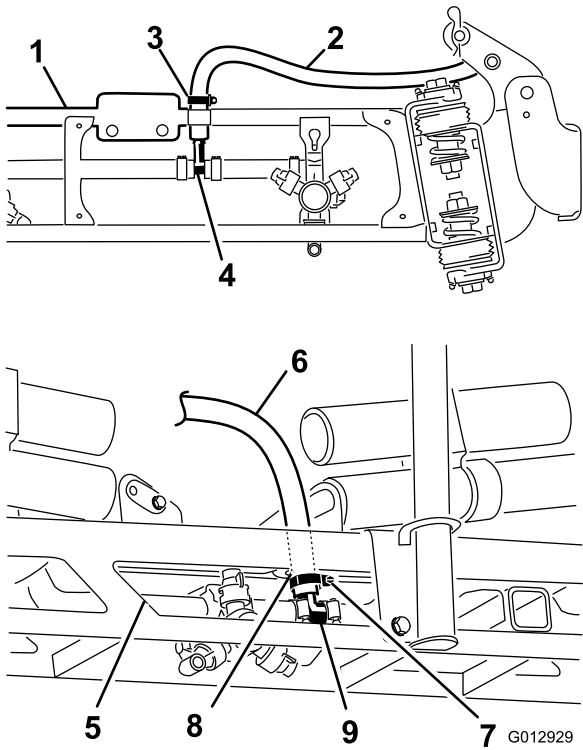

図 32
- 左右のエクステンション・ブームのホース継手に石鹼水を塗る(図 32)。石鹼水を塗った継手にブーム・エクステンションを差し込み、クランプで固定する。
- センター・ブームのT字継手のホース接続部図 32。
- センター・ブームのホースをセンター・ブーム・アセンブリのハトメ付きの穴に通す。石鹼水を塗った継手にセンター・ブームの給水ホースを接続し、クランプで固定する図 32。